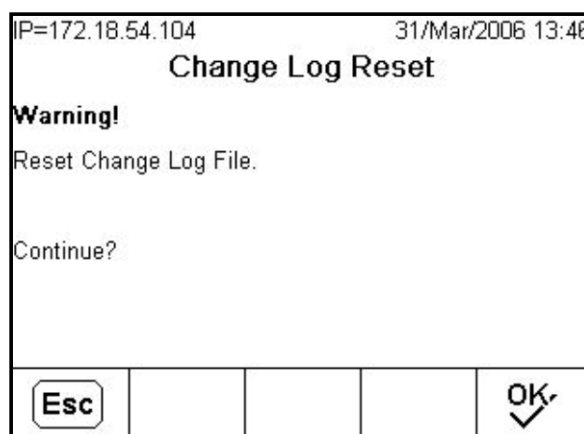

Figure C-33: Écran Change Log Reset
2. Appuyez sur la touche programmable REINITIALISER  pour réinitialiser le fichier journal. Un écran d'avertissement (Figure C-33) s'affiche vous demandant de confirmer. Toutes les saisies du journal de modification seront supprimées une fois le journal remis à zéro. Appuyez sur la touche programmable ÉCHAP **[Esc]** pour annuler l'opération ou sur  pour la confirmer.
2. Appuyez sur la touche programmable REINITIALISER  pour réinitialiser le fichier journal. Un écran d'avertissement semblable à celui illustré sur la Figure C-33 s'affiche vous demandant de confirmer. Appuyez sur la touche programmable  pour continuer. Un message d'état s'affiche confirmant que la réinitialisation a bien été exécutée. Pour revenir à l'écran de configuration sans effectuer de réinitialisation, appuyez sur touche ÉCHAP .